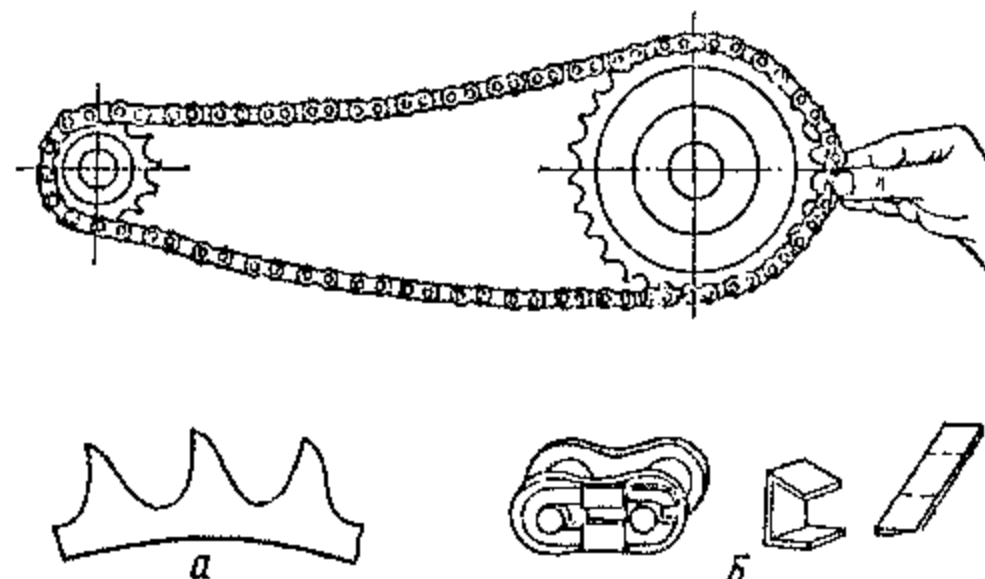

Рис. 4.22. Определение износа цепи: а - износ зубьев; б - установка дополнительной фиксирующей пластинки на замочное звено
Степень износа цепи также можно определить, оттягивая ее от новой ведомой звездочки (рис. 4.22) - если цепь значительно оттягивается, то ее пора заменить.
- ✓ обрыв цепи вследствие вынадевания пружинной пластины замочного звена. Последнее нужно заменить запасным. Ослабленную пружину можно подогнуть и скрепить пластинкой (см. рис. 4.22, б);